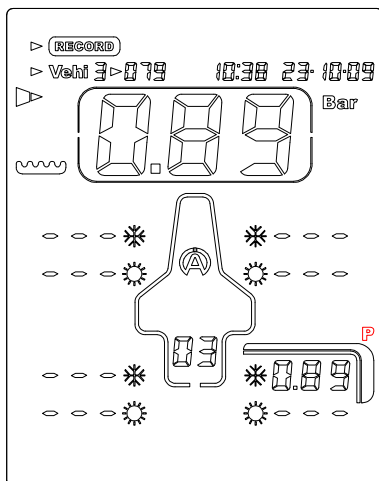

Abbildung 4
- 5) Setzen Sie die Spitze des Tyrecontrol auf das Reifenventil (Abbildung 4).